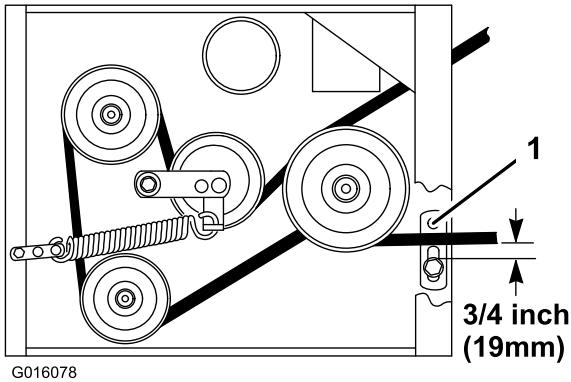

Figure 45
- Vérifiez que le guide de courroie sous le bâti du moteur est réglé correctement (Figure 45).
Remarque: Lorsque la courroie du plateau de coupe est engagée, vérifiez que le guide et la courroie sont espacés de 19 mm (Figure 45). Réglez le guide de courroie du plateau de coupe au besoin. La courroie désengagée ne doit pas traîner ni tomber de la poulie quand les guides sont réglés correctement.